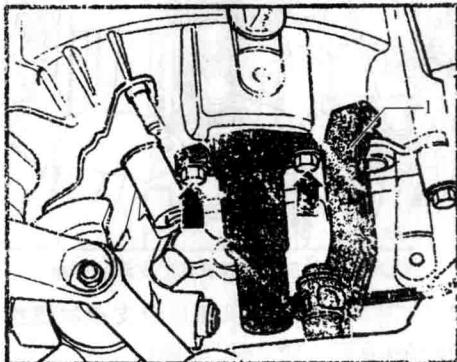

图 1-7 拆下支撑杆
- 12) 将变速器上的换档操作机构拆下。拆下图 1-7 所示的支撑杆。拧下箭头所示的从动缸固定螺栓，将从动缸及管路放置一旁。